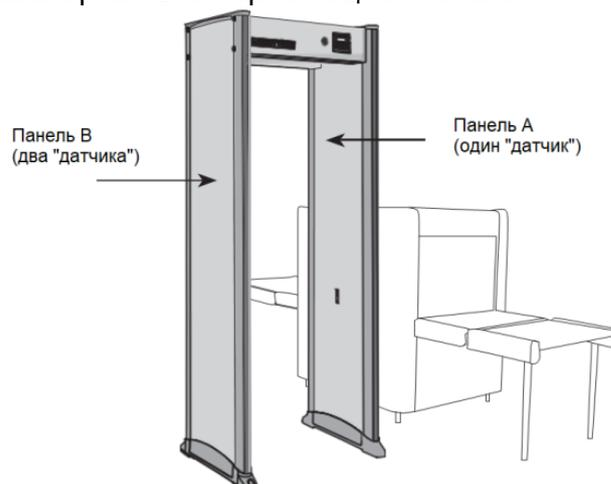

Рисунок 12
5. Обычно металлодетектор собирают таким образом, чтобы панель А была расположена с правой стороны, если смотреть на металлодетектор со стороны клавиатуры, назовем это стандартной ориентацией панелей (см. Рисунок 12). В некоторых случаях данная ориентация панелей не оптимальна, например, если металлодетектор устанавливается рядом с потенциальными источниками помех, такими как: рентгеновский интроскоп, мощные силовые кабели, электрооборудование и т.д. Панель А всегда должна устанавливаться ближе к потенциальному источнику помех. Если источник помех